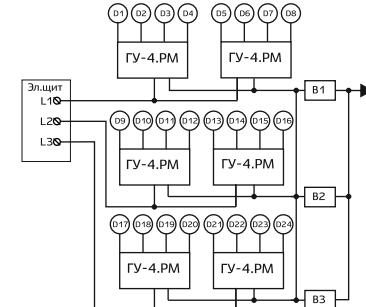

Рис. 4 – Схема подключения ГУ-4.PM к разным фазам питающей сети
2. Подключить образованные группы к разным фазам питающей сети (см. рис. 4).